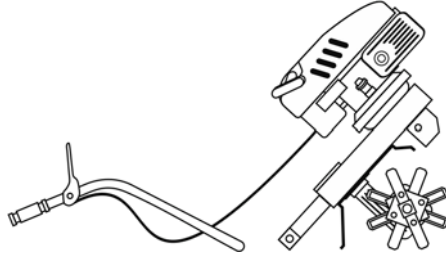

Рис. 4.1.
3. Встановити мотокультиватор на рівну горизонтальну поверхню і оперти на ротор ґрунтофрези і на тримач сошника (див. Рис. 4.1.).